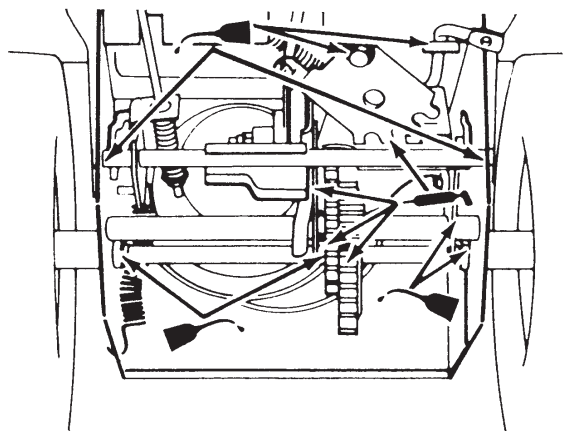

Figura 28
6. Lubrificate leggermente lo spazzaneve con olio leggero, come illustrato nella Figura 28.
8. Lubrificate lo spazzaneve con del grasso, come illustrato nella Figura 28.